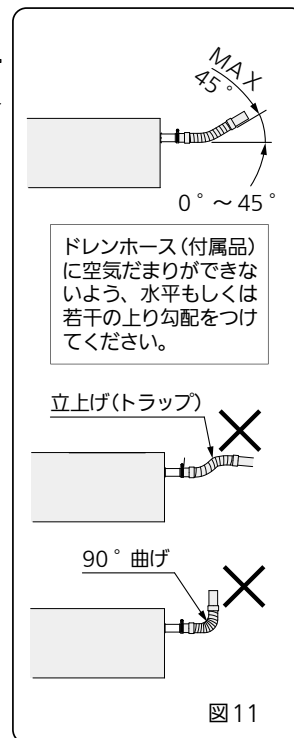

図 11
- 付属のドレンホースは 90° 曲げで使用しないでください。(最大 45°) (図 11)